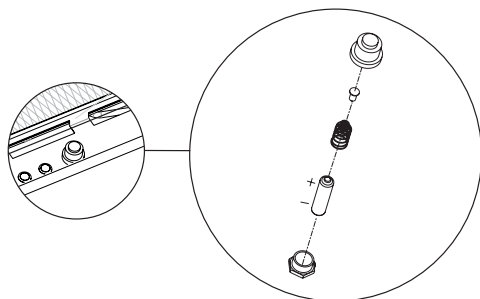

Figure 25
4. Dévisser le bouton d'allumage et installer la pile AA fournie dans l'enveloppe d'instruction avant de fermer la porte de contrôle. Voir figure 25.